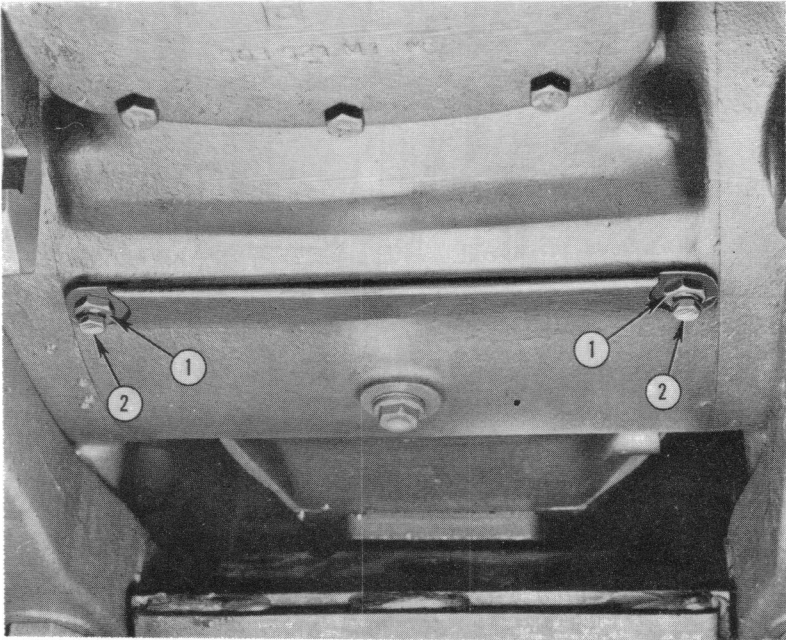

Fig. 62
1. Desserrer les écrous de blocage des vis de purge (fig. 62) et dévisser les deux vis de purge 2 de deux tours complets.